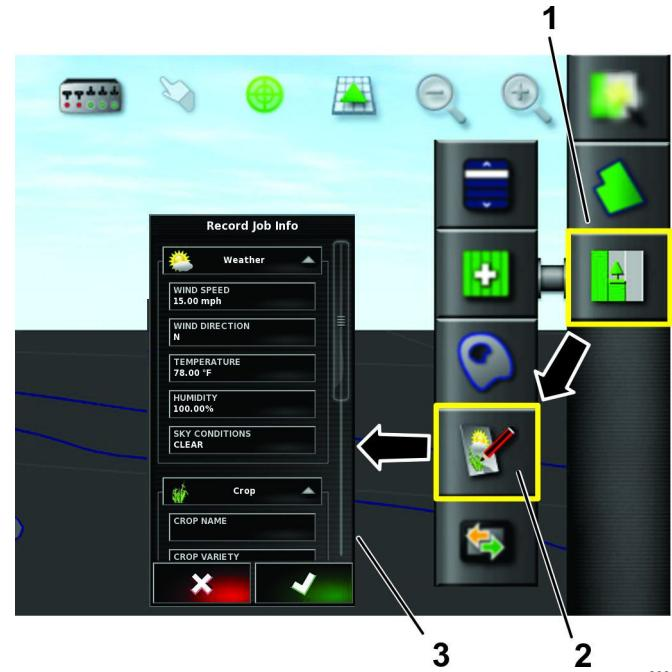

図 86
1. 作業アイコンを押す図 86。
2. 作業情報記録アイコンを押す図 86。